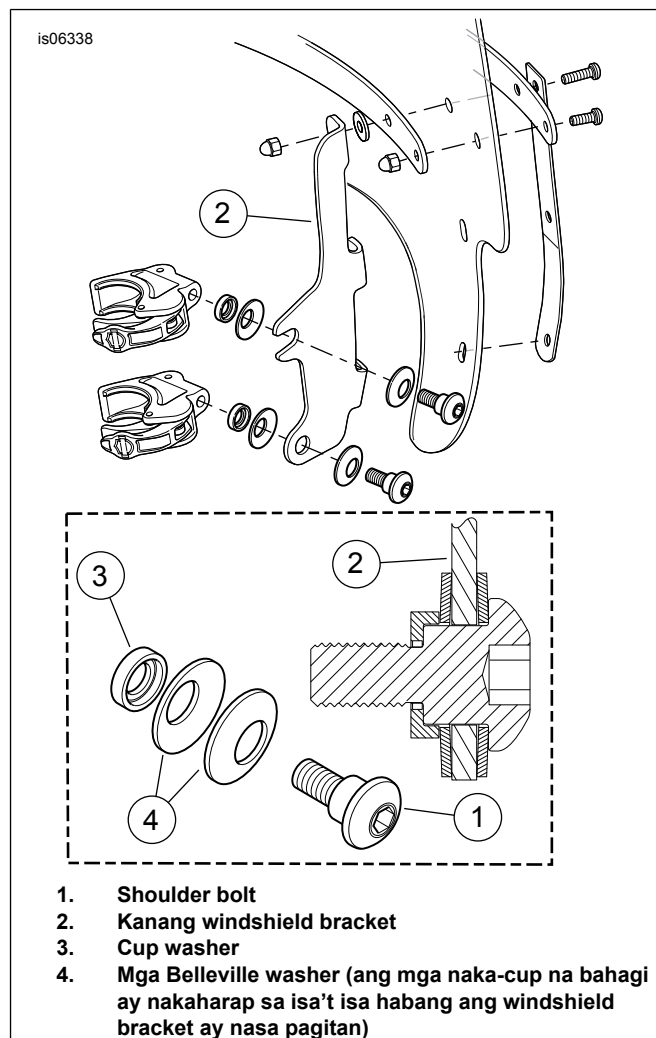

Figure 1. Pangmount na mga Clamp ng Windshield (Kanang Panig ang Ipinapakita)
3. Maluwag na i-assemble ang mga assembly ng clamp sa mga pangmount na bracket ng windshield sa pagkakasunod-sunod na ipinapakita sa Figure 1.